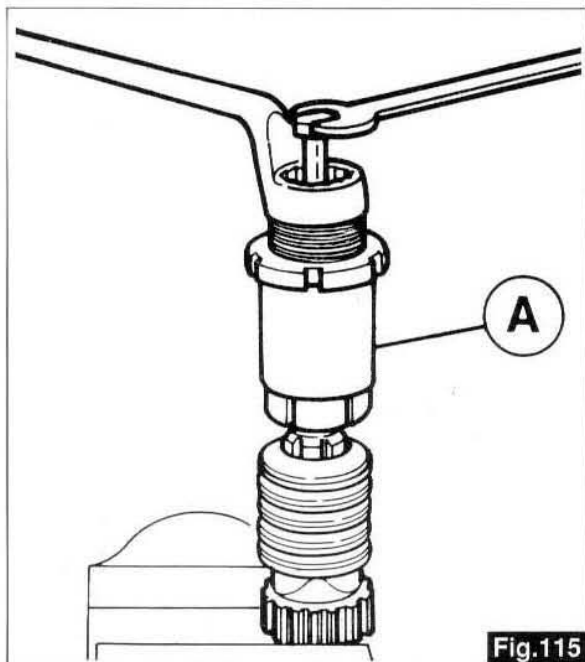

Fig.115
■ à l'aide de l'extracteur code 14 92 85 00 («A» fig.115) sortez le chemin de roulement interne du roulement à rouleaux et l'écrou d'épaisseur («C» fig.117).
■ mit dem Auszieher Nr. 14 92 85 00 («A» auf Abb.115) die Innenlaufbahn des Rollenlagers und die Mutter («C» auf Abb.117) herausziehen.